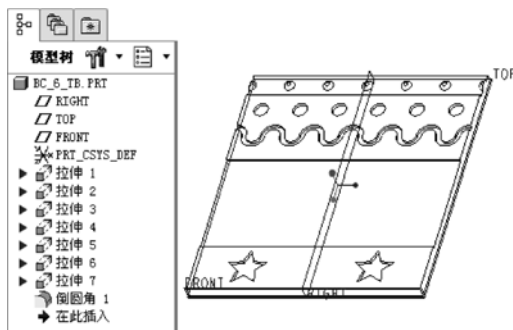
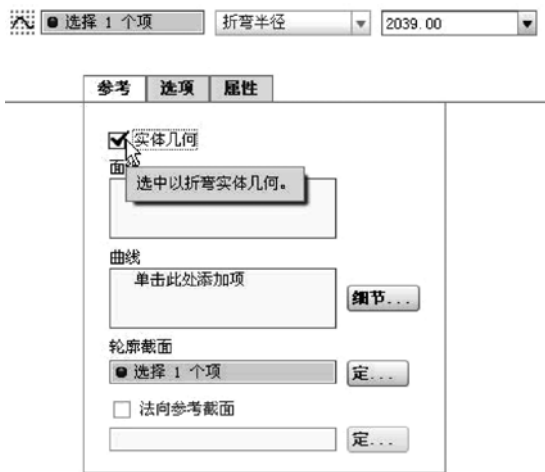

图 6-37 平整的原始模型
图 6-38 “环形折弯”选项卡的“参考”面板
① 在“快速访问”工具栏中单击“打开”按钮，弹出“文件打开”对话框，选择“bc_6_tb.prt”配套文件，然后在“文件打开”对话框中单击“打开”按钮。文件中已有的“平整”的实体模型如图 6-37 所示。
② 在功能区的“模型”选项卡中单击“工程”组溢出按钮，接着在打开的命令列表中选择“环形折弯”命令，打开“环形折弯”选项卡。
③ 在“环形折弯”选项卡中打开“参考”面板，选中“实体几何”复选框以设定要折弯的对象是实体，如图 6-38 所示。